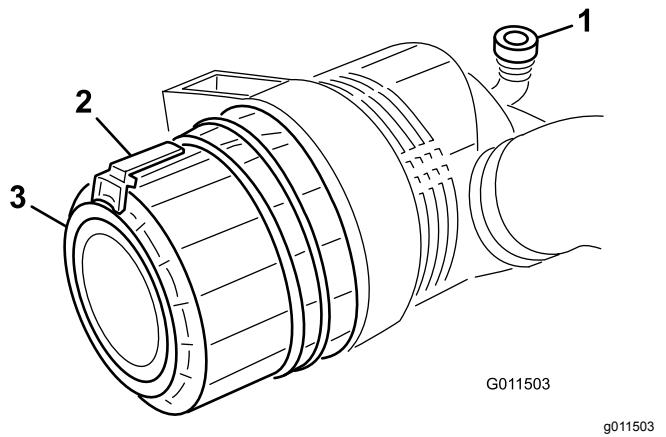

Figure 71
- Tirez le verrou vers l'extérieur et tournez le couvercle du filtre à air dans le sens antihoraire (Figure 71).
7. Montez le couvercle en dirigeant la valve de sortie en caoutchouc (Figure 71) vers le bas, entre les positions 5:00 et 7:00 environ, vu de l'extrémité. Fermez le verrou.